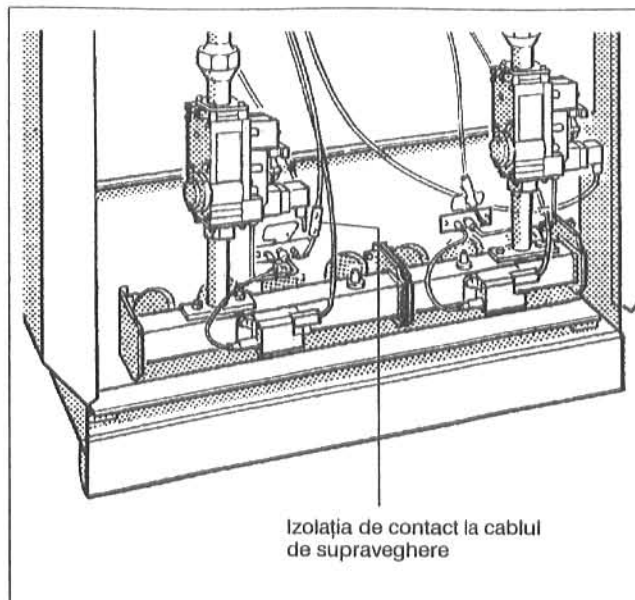

Fig. 31: Cablul de supraveghere
- Izolația de contact la cablul de supraveghere (Fig. 31) se îndepărtează și se desfac legăturile cu fișe.